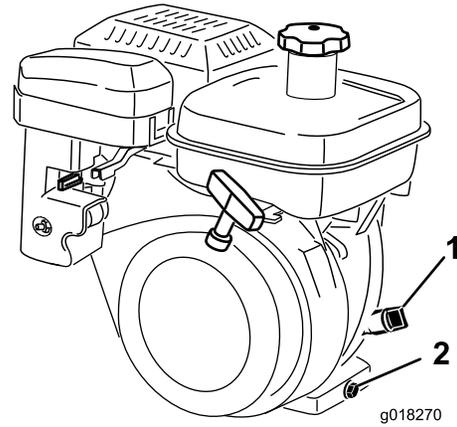

Figura 34
2. Posizionate la macchina in modo che il motore sia in piano e pulite l'area attorno all'asta di livello dell'olio (Figura 34).
3. Rimuovete l'asta di livello dell'olio ruotandola in senso antiorario (Figura 34).
- Nella parte posteriore della macchina, mettete una bacinella di spurgo sotto il tappo di spurgo (Figura 34). Allentate il tappo di spurgo.